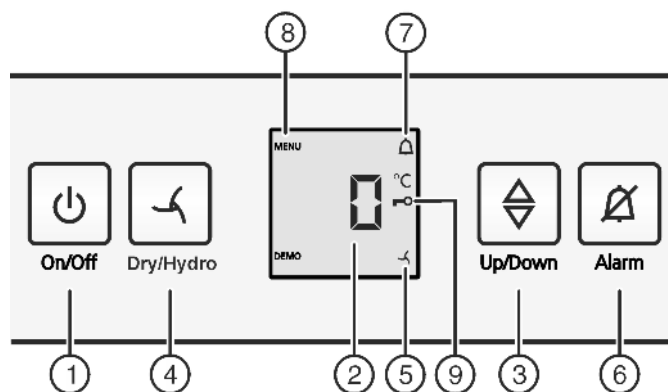

Fig. 2
- ▶ Stiskněte tlačítko On/Off Fig. 2 (1).
- ▶ Zapnutí režimovacího režimu: Stiskněte tlačítko Dry/Hydro Fig. 2 (4) asi na 6 sekund.
- ▷ Symbol Menu Fig. 2 (8) svítí.
- ▶ Pro potvrzení krátce stiskněte tlačítko Dry/Hydro Fig. 2 (4). Když se na displeji zobrazí **c!**:
- ▶ Pro zapnutí dětské pojistky krátce stiskněte tlačítko Dry/Hydro Fig. 2 (4).
- ▷ Symbol dětské pojistky Fig. 2 (9) svítí. Na displeji bliká **c**. Když se na displeji zobrazí **c0**:
- ▶ Pro vypnutí dětské pojistky krátce stiskněte tlačítko Dry/Hydro Fig. 2 (4).
- ▷ Symbol dětské pojistky Fig. 2 (9) zhasne. Na displeji bliká **c**.
- ▶ Ukončení seřizovacího režimu: Stiskněte tlačítko On/Off Fig. 2 (1).
- ▶ Stiskněte tlačítko Alarm Fig. 2 (6).